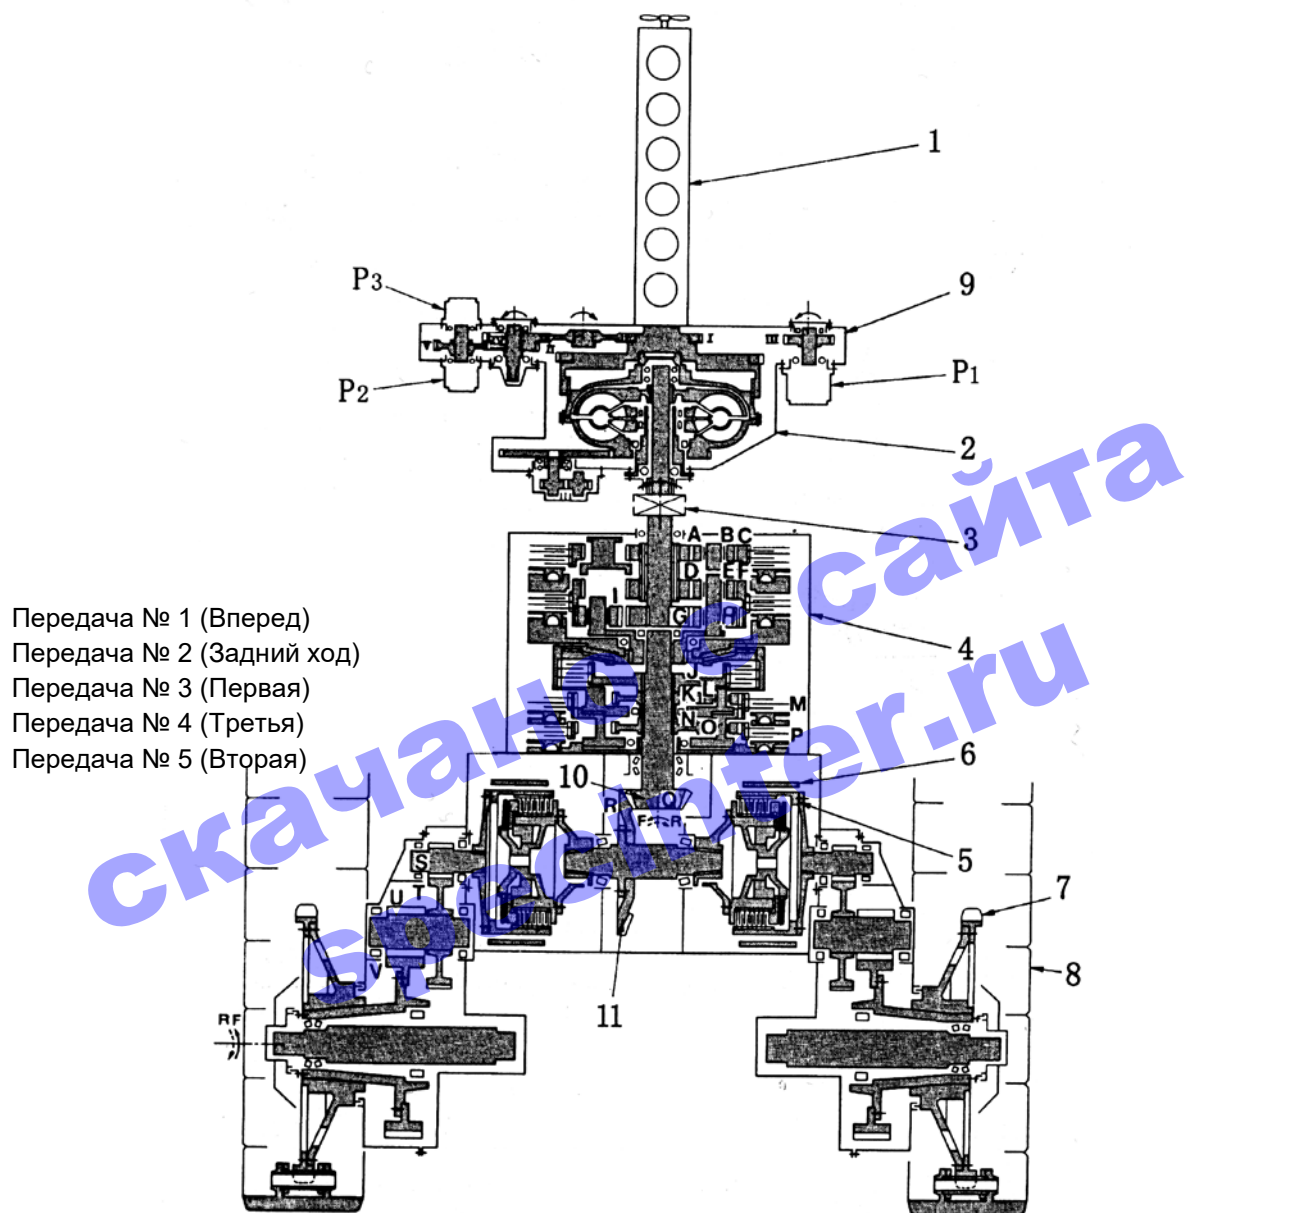

Рис. 1-4.
1.2.11 Трансмиссия (см. рис. 1-4)